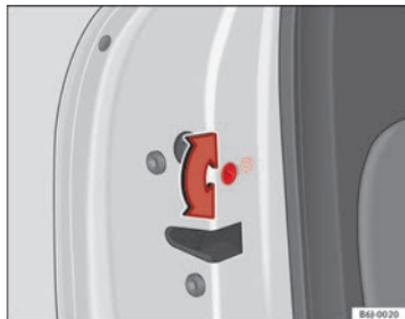

Fig. 44 Seguro para niños de la puerta izquierda
- Con la puerta abierta, gire la ranura con la llave del vehículo en sentido anti-horario para puertas izquierdas ⇒ fig. 44 y horario para las puertas derechas.
- Con la puerta abierta, gire la ranura con la llave del vehículo en sentido anti-horario para puertas derechas y horario para las puertas izquierdas ⇒ fig. 44.